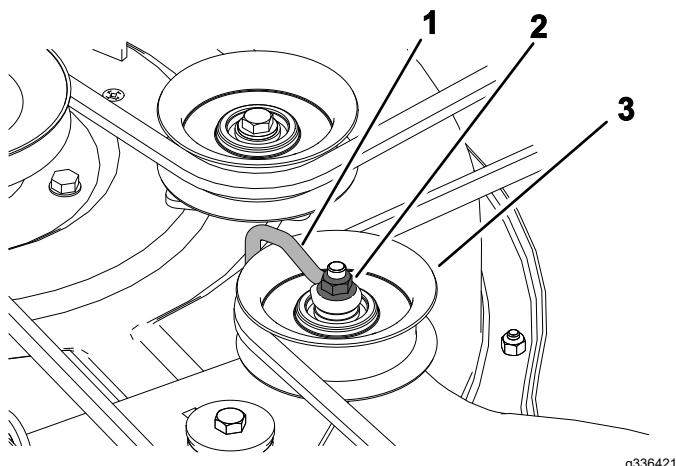

Figura 51
5. Para carcasas estampadas, afloje la tuerca que sujetla el soporte de alambre a la polea tensora (Figura 51).
9. Para carcasas estampadas, apriete la tuerca que sujetla el soporte de alambre a la polea tensora (Figura 51).
Nota: Coloque el soporte de alambre contra el brazo tensor, como se muestra en la Figura 51.